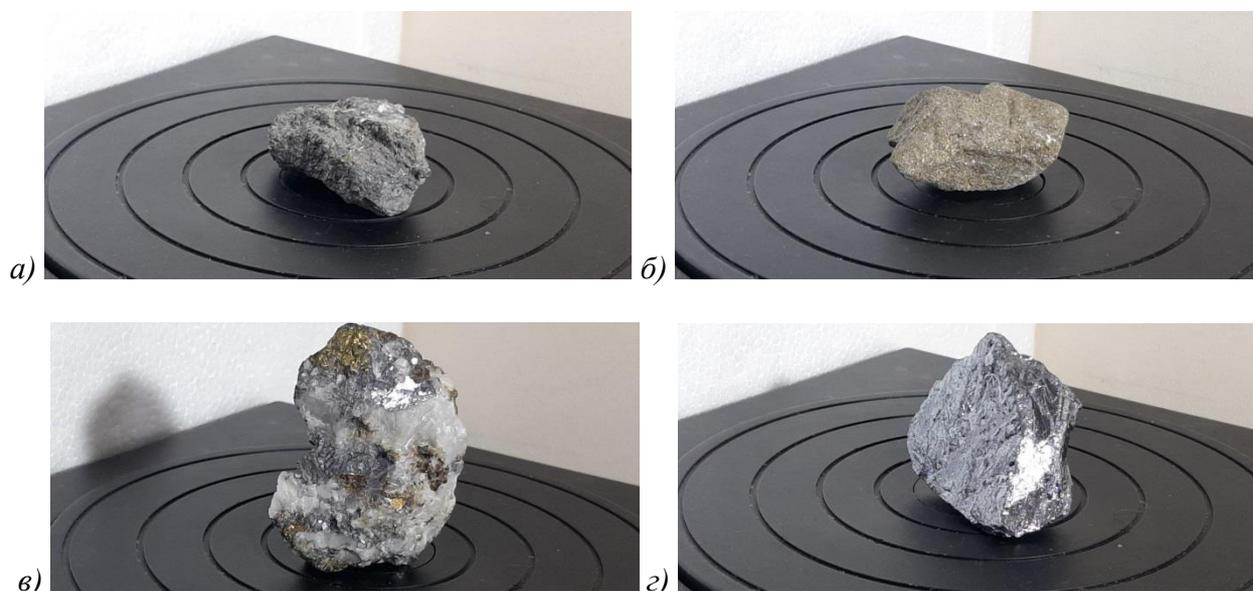

Рисунок 2.1 Модели для сканирования, где
- Набор моделей для сканирования (Рисунок 2.1).